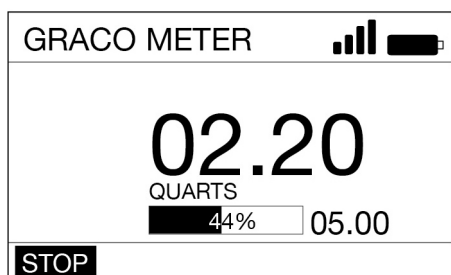

Рис. 34
3. Нажимая кнопки со стрелками **ВПРАВО** или **ВЛЕВО**, выберите пункт **СТОП (STOP) (J)** (Рис. 34). Нажмите кнопку **ВВОД**.